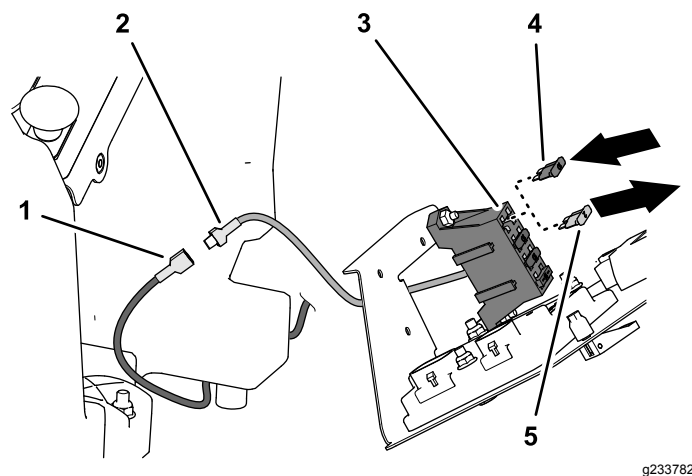

Bild 41
2. Verlegen Sie das Hilfsstromkabel (grüne Isolierung) des Kabelbaums (Kit) in das Bedienfeld (Bild 41).
3. Schließen Sie am Sicherungskasten (Bild 41) die folgenden Kabelpaare an:
4. Setzen Sie die Sicherung (10 A) in den Einschub im Sicherungskasten ein (Bild 41).